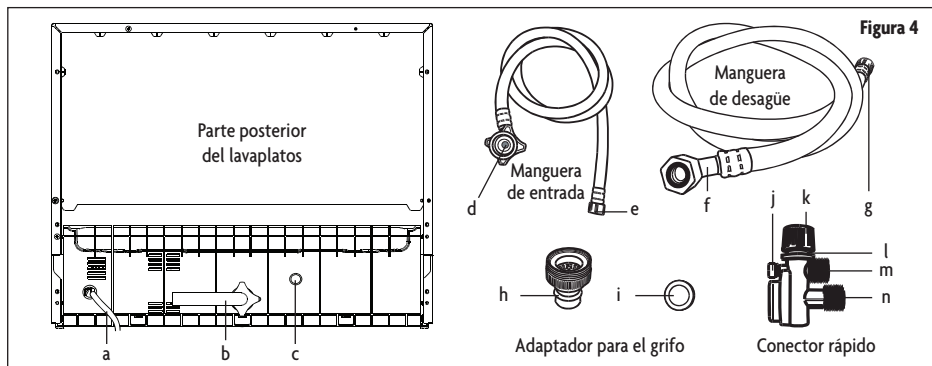

Figura 4
1. Enrosque el adaptador para el grifo (figura 4, h) en la boquilla del grifo, por dentro o por fuera dependiendo del tipo de grifo. Verifique que no haya fugas (use teflón para eliminarlas si es necesario).
2. Conecte el lado del puerto de conexión de desagüe de la manguera de desagüe (figura 4, f) al puerto de desagüe en la parte posterior del lavaplatos (figura 4, c). Tenga cuidado de no ajustar demasiado la conexión (para evitar daños en la rosca).
3. Conecte el lado del puerto de conexión de entrada de la manguera de entrada (figura 4, d) al puerto de entrada en la parte trasera del lavaplatos (figura 4, b). Tenga cuidado de no ajustar demasiado la conexión (para evitar daños en la rosca).
4. Conecte el lado del conector rápido de la manguera de desagüe (figura 4, g) a la conexión macho más larga (inferior) del conector rápido (figura 4, n).
5. Conecte el lado del conector rápido de la manguera de entrada (figura 4, e) a la conexión macho más corta (inferior) del conector rápido (figura 4, m).
6. Acople el conector rápido al adaptador para el grifo halando el collarín de cierre externo hacia el conector rápido (figura 4, k) y al mismo tiempo empujando el conector rápido hacia el adaptador para el grifo.
▲ NOTA: Una vez abierto la línea de suministro de agua (incluso si se cierra inmediatamente), la manguera de entrada estará presurizada. Para aliviar la presión dentro de la manguera de entrada, primero asegúrese de que la línea de agua está cerrada y luego presione y sostenga el botón de alivio de presión en el conector rápido (figura 4, j) hasta que el flujo de agua se detenga.